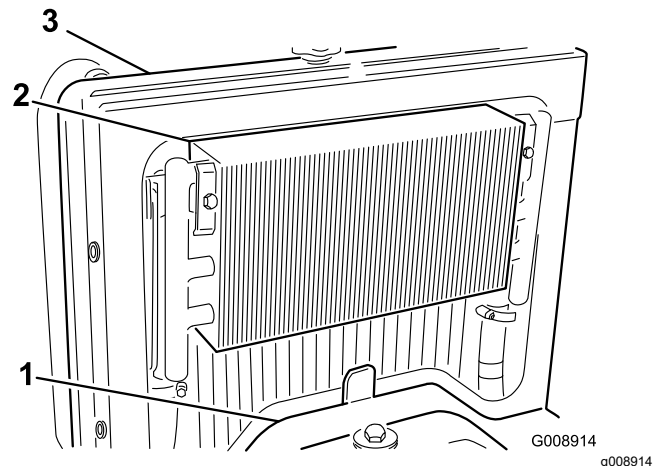

Bild 58
2. Entfernen Sie die Zugangsplatte (Bild 58).